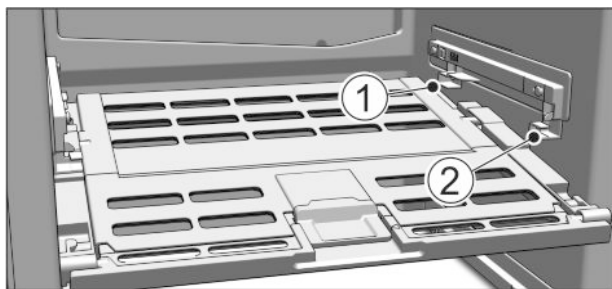

Fig. 16
- Inserire il coperchio cassetto Safe per frutta e verdura: inserire le nervature del coperchio dal basso nel supporto inferiore Fig. 16 (1) e inserire anteriormente nel supporto Fig. 16 (2).